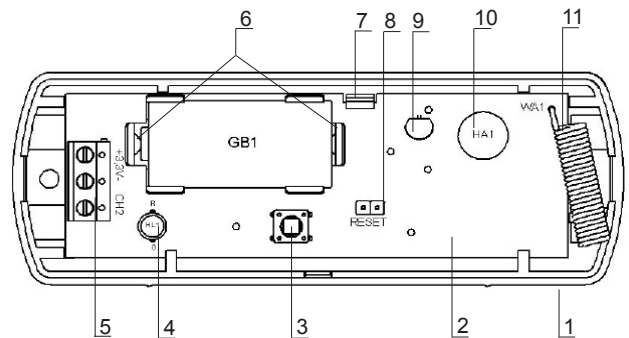

Рисунок 1 – Сигнализатор со снятой крышкой
Для установки сигнализатора следует снять крышку и извлечь печатную плату. Крышка фиксируется на основании защелками. Для извлечения печатной платы следует отжать защелку (7) (см. рисунок 1) в основании корпуса.